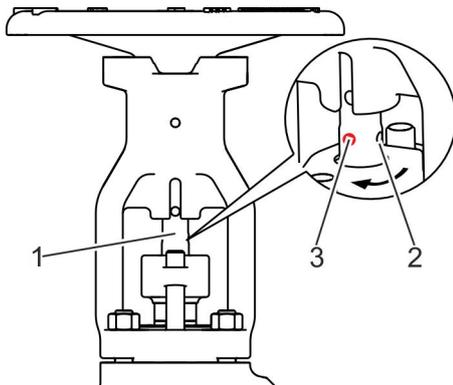

Abb. 41: Spindel um 90 Grad drehen
4. ➤ Ausschlagwerkzeug in Bohrung (Abb. 41/2) einsetzen.
5. ➤ Spindel (Abb. 41/1) um 90° drehen, bis Bohrung (Abb. 41/2) nach vorne ausgerichtet ist (Abb. 41/3).
6. ➤ Spindel (Abb. 41/1) mit Ausschlagwerkzeug in nach vorne ausgerichteter Bohrung (Abb. 41/3) gegen Verdrehen sichern.